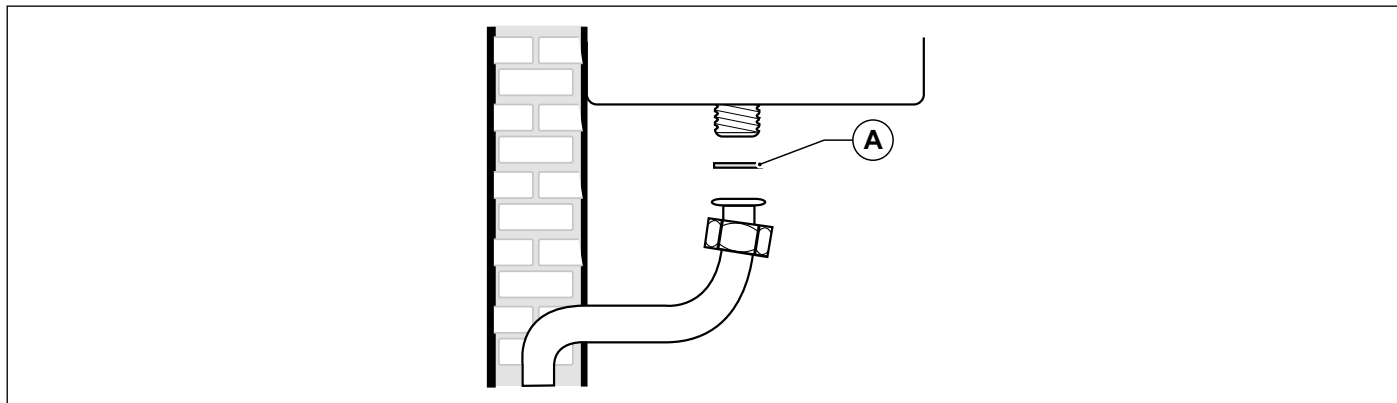

Рис. 15 Підключення газу
Підключення котла до лінії підводу газу слід **ОБОВ'ЯЗКОВО** здійснювати накидною гайкою із застосуванням в стиковій площині ущільнювальної прокладки (A) відповідного діаметру і з придатного для цієї мети матеріалу (див. Рис. 15 Підключення газу).